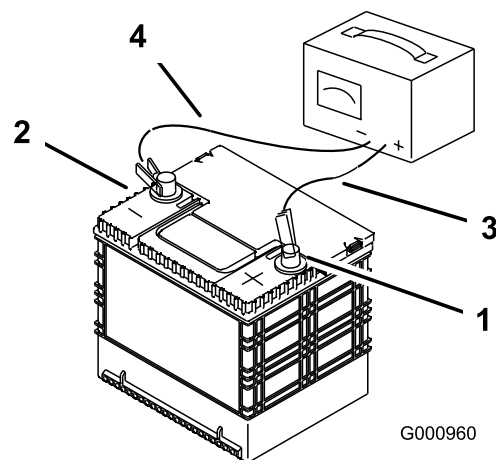

Figura 77
2. Atunci când bateria este complet încărcată, deconectai încărcătorul de la priza electrică, apoi deconectai cablurile încărcătorului de la clemele bateriei (Figura 77).